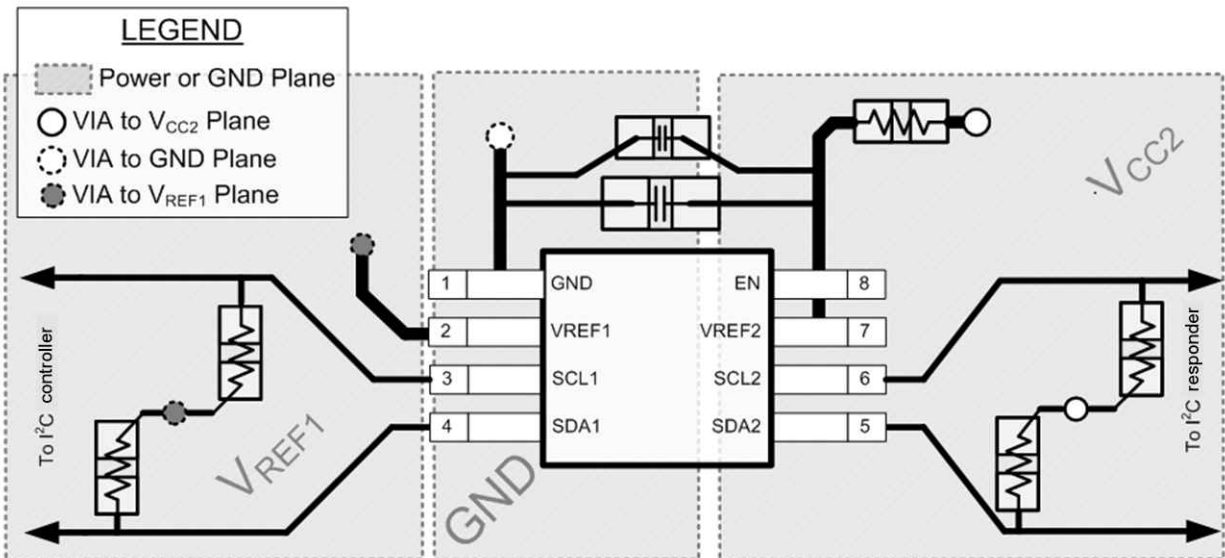

图 9-8. 布局示例
在所有 PCB 布局中，最佳实践是避免信号布线呈直角，在离开集成电路 (IC) 附近时让信号布线呈扇形彼此散开，并使用较粗的布线来承载通常会经过电源和接地布线的更大电流。 $100pF$  滤波电容应尽可能靠近  $V_{REF2}$  放置。也可以使用更大的去耦电容器，但两个电容器和  $200k\Omega$  电阻器的更长时间常数会导致 TCA39306 器件的导通和关断时间更长。图 9-8 中显示了这些最佳实践。
对于图 9-8 中提供的布局示例，可以将顶层用于信号布线，将底层用作电源 ( $V_{CC}$ ) 和接地 (GND) 的分割平面，从而打造只有两层的 PCB。然而，对于具有更高密度信号布线的电路板，最好使用四层电路板。在四层 PCB 上，通常在顶层和底层上进行信号布线，将一个内部层专门用作接地平面，并将另一个内部层专门用作电源平面。在使用平面或分离平面供电和接地的电路板布局布线中，过孔直接放置在表面贴装元件焊盘旁边，该焊盘必须连接到  $V_{CC}$  或 GND，而过孔以电气方式连接到电路板的内层或另一侧。当信号布线必须路由到电路板的另一侧时，也使用过孔，但图 9-8 中未演示此技术。